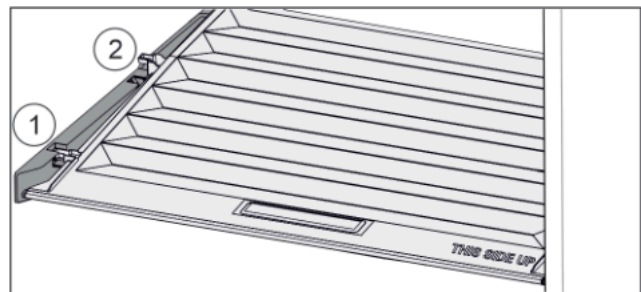

Fig. 53
- ▶ Tirare in avanti il coperchio fino all'apertura nei fermi Fig. 53 (1).
- ▶ Sollevare posteriormente dal basso e togliere verso l'alto Fig. 53 (2).